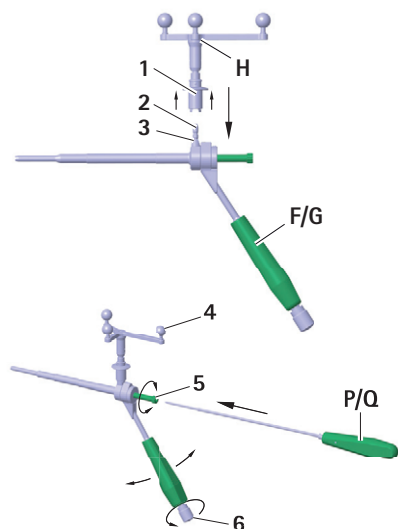

Fig. 2 Montage de l'unité en étoile Aesculap sur le guide de perçage S⁴C FW664R/FW665R
- Pour être sûr que la caméra de navigation a une vue parfaitement dégagée sur les billes marqueurs réfléchissantes, dévisser le bouton **6** sur la poignée S⁴C du guide de perçage S⁴C **F/G** et placer l'unité en étoile Aesculap **H** dans la position souhaitée, voir Fig. 2.
- Pour être sûr que la caméra de navigation a une vue parfaitement dégagée sur les billes marqueurs réfléchissantes, dévisser le bouton 6 sur la poignée du guide de perçage S⁴C F/G et tourner l'unité en étoile Aesculap H dans la position souhaitée, voir Fig. 2.